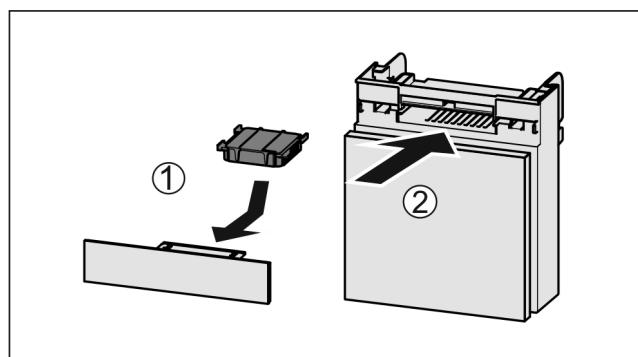

Fig. 135
- Установите фильтр с активированным углем, как показано на рисунке Fig. 135 (1).
- Вставьте отделение Fig. 135 (2).